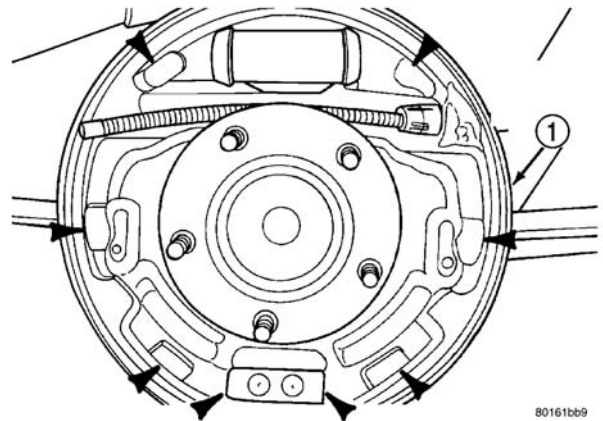

图 38 制动底板接触区域
- （1）使用规定的专用 Mopar®制动润滑油或同等品，润滑制动底板与固定端上 8 个与制动蹄接触的区域（图 38）。